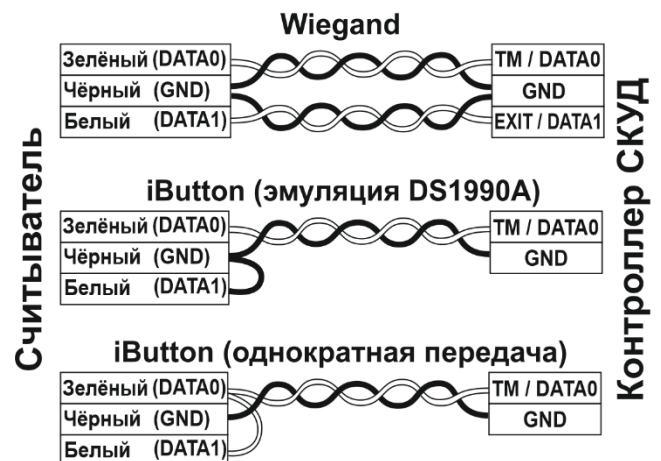

Рис.3 Выбор протокола передачи
- подсоедините провода к считывателю в соответствии с рис.2 и рис.3. При подключении питания загорается синий светодиод;
\* Для обеспечения удаленности установки считывателя (указанной в характеристиках) необходимо использовать UTP кабель с витой парой (например, соответствующий стандарту CAT5e) (рис. 3).